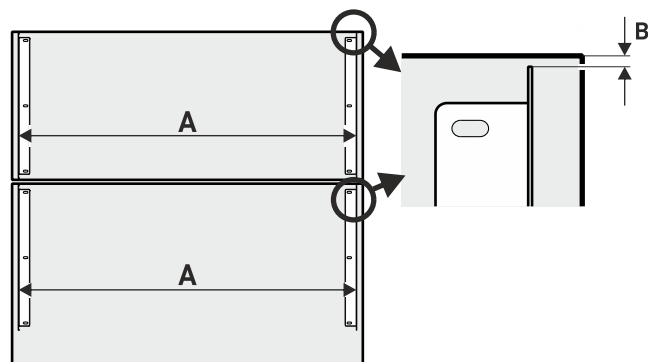

Fig. 39
- ▶ Monter l'équerre de fixation sous prise en compte de la distance Fig. 39 (A) et de la distance Fig. 39 (B).